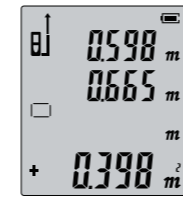

Рис. 2
• Затем нажмите кнопку **+** и измерьте вторую площадь, как показано на **Рис. 2**. Слева внизу на экране появится значок «+».